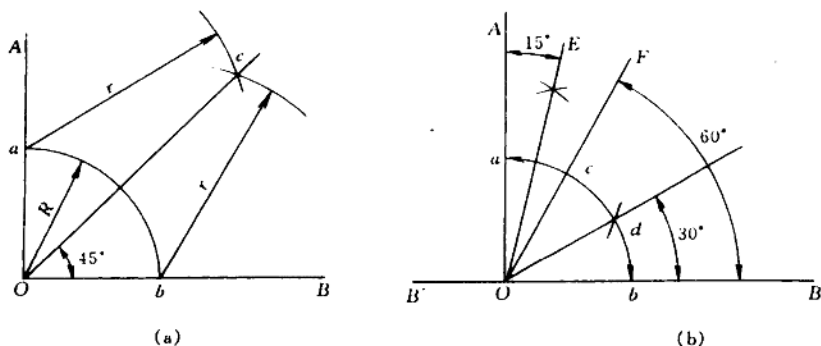

图 2-8 划角度线
(3) 角度线的划法
①划 45° 线 如图 2-8 (a) 所示, 先作垂直线 AOB , 以直角的顶点 O 为圆心、适当 R 为半径划圆弧, 交两边于 a 、 b , 再以 a 、 b 为圆心, 大于 ab 距离之半的 r 为半径划圆弧交于 c 点, 连接 Oc , 该直线即为直角的平分线。
②划 30° 、 60° 、 75° 、 120° 线 如图 2-8 (b) 所示, 先作垂直线 AOB , 以 O 为圆心、适当的 R 为半径划圆弧, 交两边于 a 、 b , 分别以 a 、 b 为圆心, 以 R 为半径划弧, 与前所作弧相交于 c 和 d , 连接 Oc 、 Od , 即得 30° 、 60° 角, 平分 $\angle aOc$, $\angle AOE$ 为 15° , $\angle BOE$ 为 75° , 延长 BO 至 B' 则 $\angle B'OF$ 为 120° 。
(4) 正多边形划法